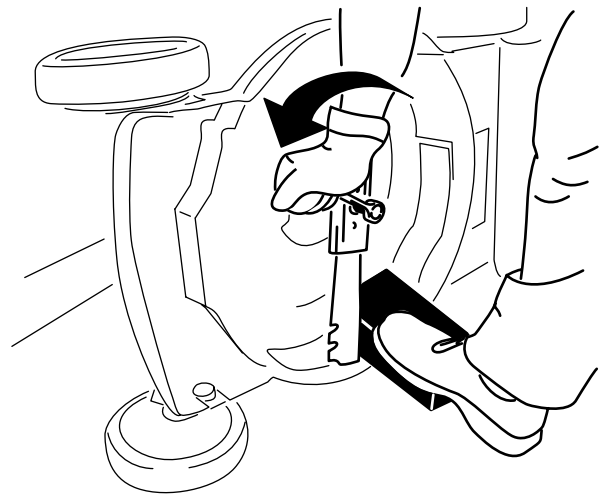

Figure 17
2. Immobilisez la lame avec un morceau de bois (Figure 17).
3. Retirez le boulon de lame et la lame; conservez le boulon de lame (Figure 17).